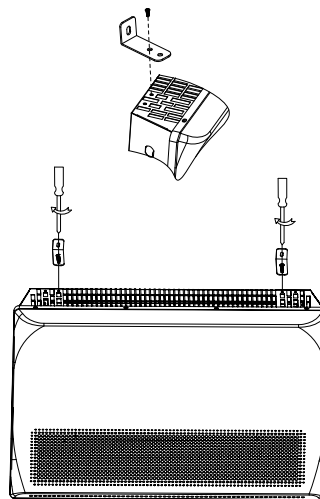

Рис. 6
5. Переверните прибор, прикрутите с помощью отвертки и винтов крепежи к нижней части прибора с левой и правой сторон (рис. 6).